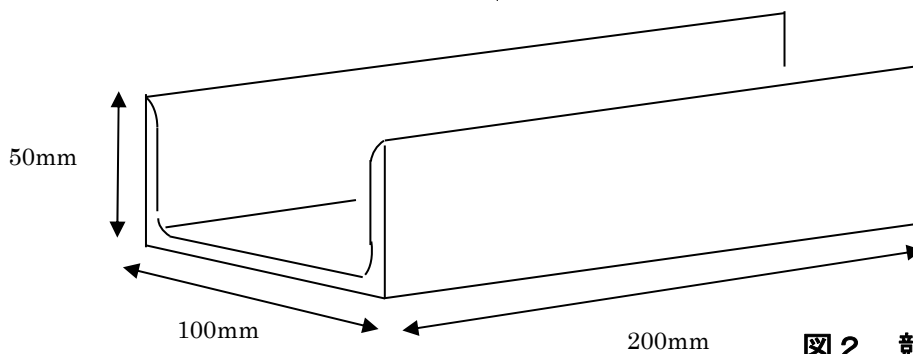

図 2 競技材台の形状
(6) 溶接による変形は、逆ひずみ法によって防ぐものとする。
(7) エンドタブは使用禁止とする。又、捨て金を使用して連続溶接を行ってはならない。
(8) 競技材台は、主催者が準備したものを使用すること(P3の図2を参照)。
(9) 練習材は、作業台に準備されている競技材台を使用し、練習を行ってもよい。
(10) 溶接は、タック溶接(仮付)部を除いて片面溶接とし、裏面から溶接をしてはならない。
(11) 溶接方向は、左進、右進又はそれらの混用のいずれでもよい。ただし、1パス中の混用は認めない。
- (12) 溶接層数及びパス数は自由とする。
- (13) 溶接中及び溶接後において、変形の矯正は禁止する。
- (14) たがねは、スラグやスパッタを取るために使用するのはいいが、溶接金属をはつき取る目的で使用してはならない。